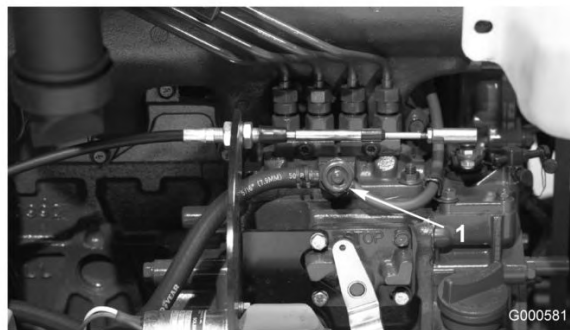

Figura 40
3. Abra el tornillo de purga de aire de la bomba de inyección de combustible (Figura 40).